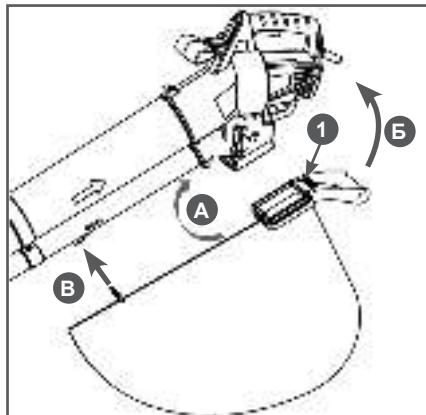

Рис. 6 Установка мусоросборника
6. Установите мусоросборник, как показано на Рис. 6:
- B) Зацепите переднюю петлю мусоросборника за крючок на верхней трубе (Рис. 6).